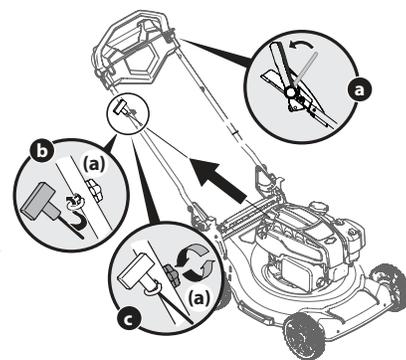

Figure 3
5. Le guide-câble est fixé sur le côté droit du guidon supérieur. Desserrez le bouton à ailettes (a) qui sécurise le guide-câble. Consultez la figure 3.